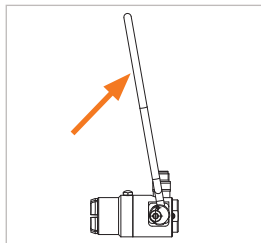

Figure 3
- ▶ Relevez l'arceau de commande (n° 1) (Figure 3).